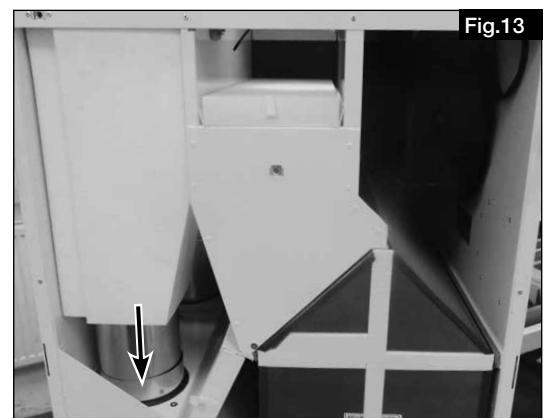

Fig. 13
13. Pousser le silencieux vers le haut de l'appareil et abaisser le tuyau de raccordement jusqu'à ce qu'il soit de nouveau dans le manchon (voir Fig. 13).